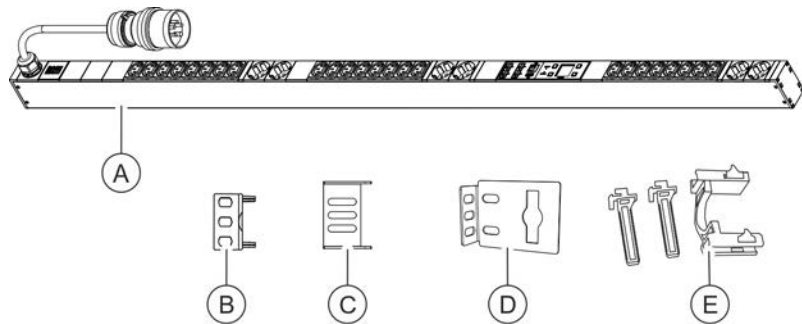

Abb. 14: Lieferumfang
- PDU (Abb. 14/A)
- Zwei Steckwinkel zur Montage der PDU über die Rückseite (Abb. 14/B)
- Zwei Steckwinkel zur Montage der PDU über die Seiten (Abb. 14/C)
- Zwei Eihängewinkel (Abb. 14/D)
- Zwei Sets Kaltgeräteverriegelungen (C13/C19) (Abb. 14/E)